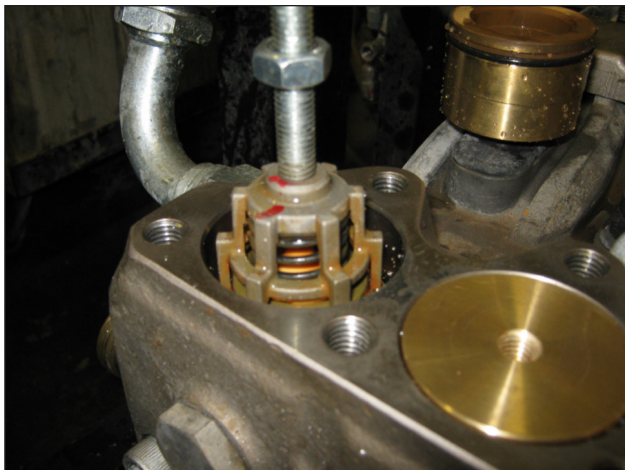

Fig. 19
- Estrarre i gruppi valvola di aspirazione pompe KT 36-KT40-WK8 utilizzando l'estrattore a massa battente cod. 26019400 combinato con l'attrezzo cod. 27513600 (Fig. 19).